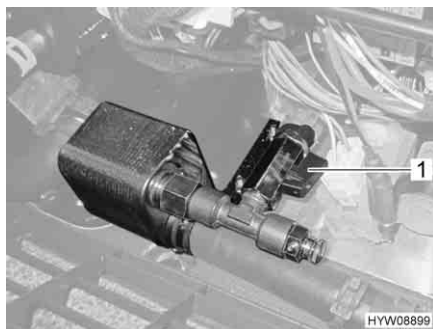

Fig. 163 Scambiatore di calore (Alde)
- Posizionare la maniglia (Fig. 163,1) del rubinetto di chiusura parallelamente alla tubazione.
- Posizionare la maniglia (Fig. 163,1) del rubinetto di chiusura verticalmente rispetto alla tubazione.